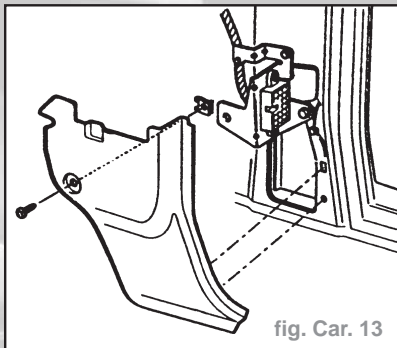

fig. Car. 13
- le revêtement du montant A inférieur (dans le cas de porte avec faisceau de câbles) (fig. Car. 13).